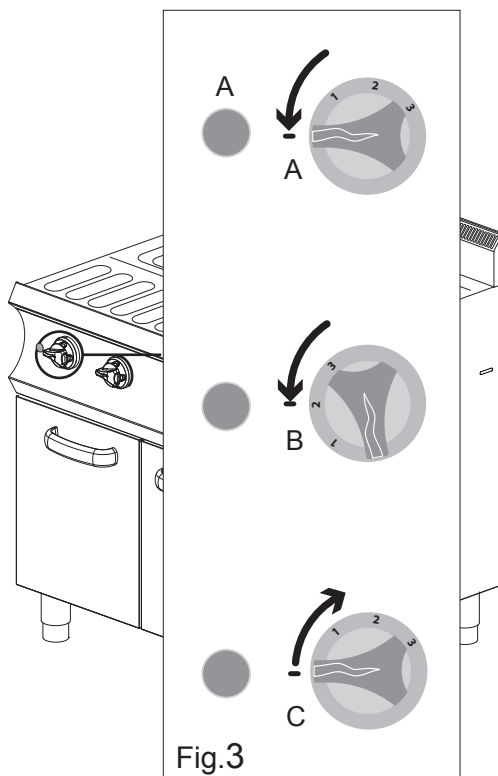

Fig.3
1. Tourner la poignée d'allumage en position "1-2-3" selon les exigences de travail, l'éclairage de l'indicateur vert signale la phase de fonctionnement (Fig. 3-A/B).